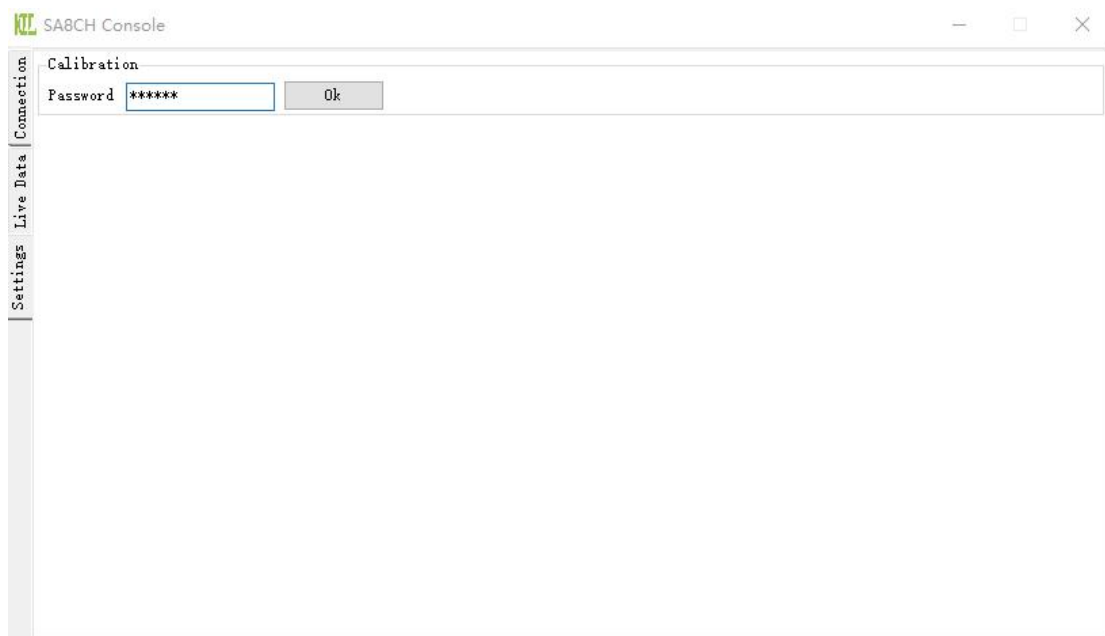

图 1 进入标定界面
1. 点击左侧栏“Setting”，Password 输入“888888”点击“OK”即可进入标定界面，如图 1 所示：